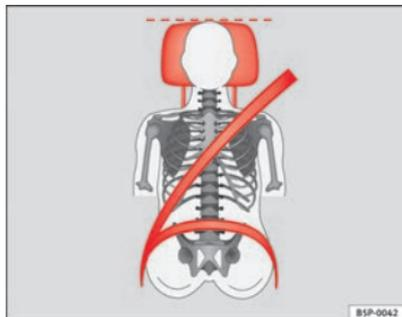

Abb. 13 Richtiges Gurtbandverlauf und richtige Kopfstützeinstellung von vorne betrachtet
- Das Schultergurtteil des Sicherheitsgurtes muss über die Schultermitte und niemals über den Hals verlaufen. Der Sicherheitsgurt muss flach und fest am Oberkörper anliegen ⇒ **Abb. 13**.